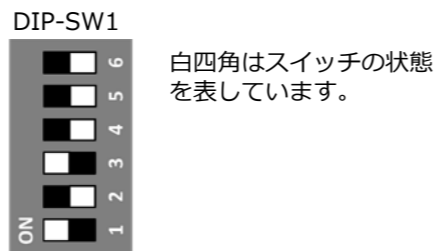

図7. DIP-SW1
- (1) SVセンサのDIP-SW1のNo.3がONであることを確認する。(図7をご参照ください。)
- (2) SVセンサ設定ツール (ブラウザ版) にアクセスする。